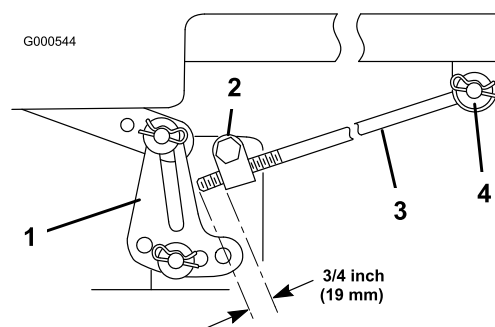

Figura 45
5. Misurate la sporgenza dell'asta dal blocco di regolazione ai lati del telaio (Figura 45).
6. Se l'asta **non** è lunga 19 mm, togliete la coppiglia a forcina e la rondella dall'estremità dell'asta di regolazione (Figura 45) e girate l'asta fino ad ottenere la lunghezza di 19 mm.